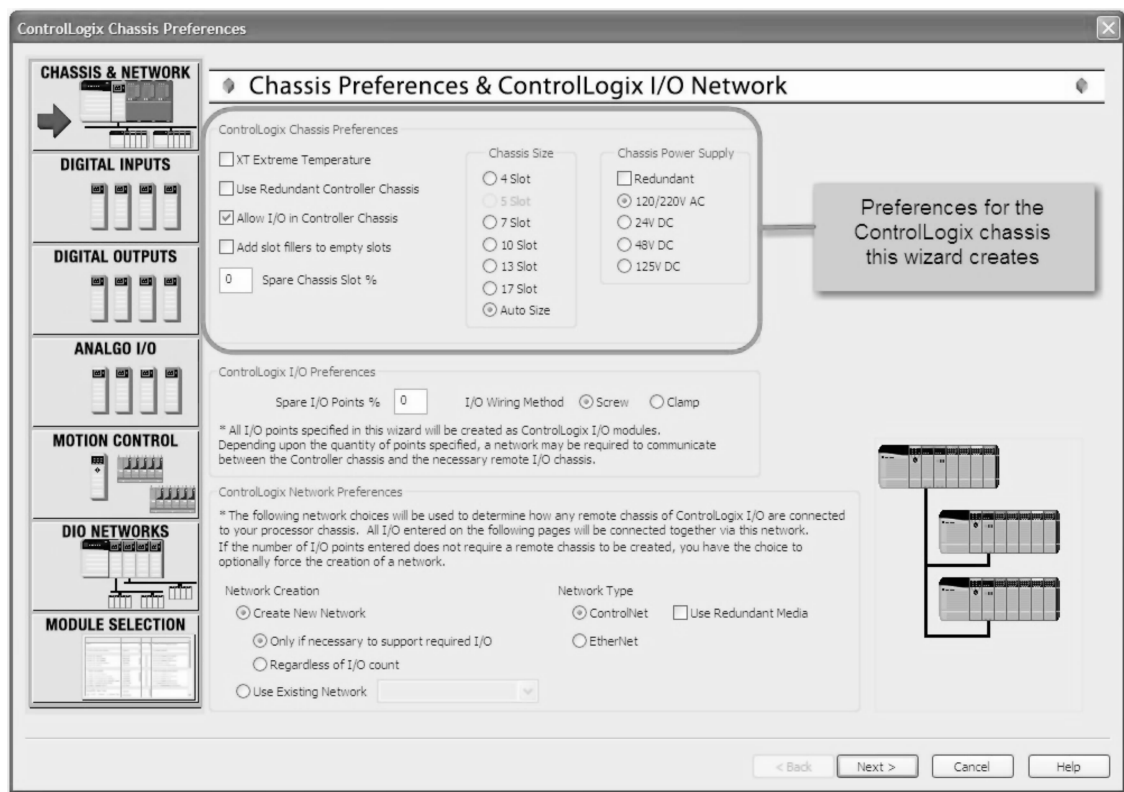

图 26-18 机架首选项
6. 在“ControlLogix 机架与 I/O 网络首选项”（ControlLogix Chassis & I/O Network Preferences）页面上, 大致看一下“ControlLogix 机架首选项”（ControlLogix Chassis Preferences）部分, 如图 26-18 所示。